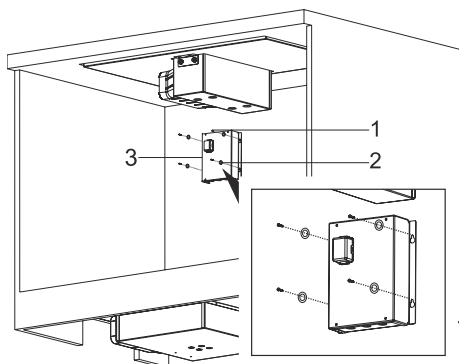

Fig. 13
6. ➔ Montér nu styreboksen inde i skabet og brug 4 x M4 & 4 x 3,9x22 skiver og skruer dertil (Fig. 13).